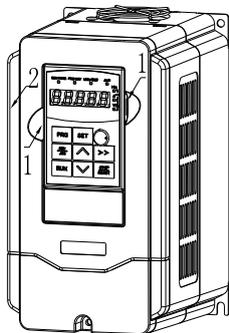

图 3-3 操作面板的拆卸
按图 3-3 中 1 方向用力压操作面板卡钩，按 2 方向抬起操作面板本体。
请参考图 3-3、3-4。
- (1) 接线前，确保已完全切断电源 10 分钟以上，否则有触电危险。
- (2) 严禁将电源线与变频器的输出端 U、V、W 连接。
- (3) 变频器本身机内存在漏电流，为保证安全，变频器和电机必须安全接地，接地线一般线径为  $3.5\text{mm}^2$  以上铜线，接地电阻小于  $10\ \Omega$ 。
- (4) 变频器出厂前已通过耐压试验，用户不可再对变频器进行耐压试验。
- (5) 变频器与电机之间不可加装电磁接触器和吸收电容或其它阻容吸收装置,如图 3-3。
- (6) 为提供输入侧过电流保护和停电维护的方便，变频器应通过中间断路器与电源相连。
- (7) 继电器输入输出回路的接线(DI1~DI6、DO1、DO2、DO3)，应选用  $0.75\text{mm}^2$  以上的绞合线或屏蔽线，屏蔽层一端悬空另一端与变频器的接地端子 E 相连，接线长度小于 50m。